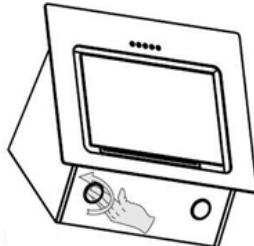

Rys. 13
- Umocować filtr węglowy na sworzniach znajdujących się przy końcu silnika; obrócić filtrem węglowym zgodnie z ruchem wskazówek zegara, dopóki nie zostanie zamocowany. Będzie słyszać wówczas kliknięcie. Powtórzyć tę czynność w przypadku drugiego filtra węglowego. Konieczne jest założenie filtra węglowego z każdej strony silnika. Założyć filtry przeciwłuszczyzowe. Patrz Rys. 13.